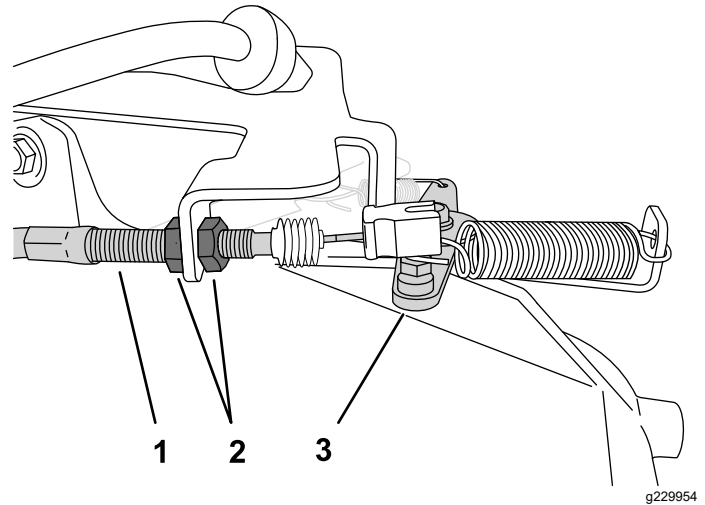

Figura 44
2. En la carcasa del cable del acelerador, afloje la contratuerca delantera y apriete la contratuerca trasera para aumentar la velocidad de ralentí (Figura 44).